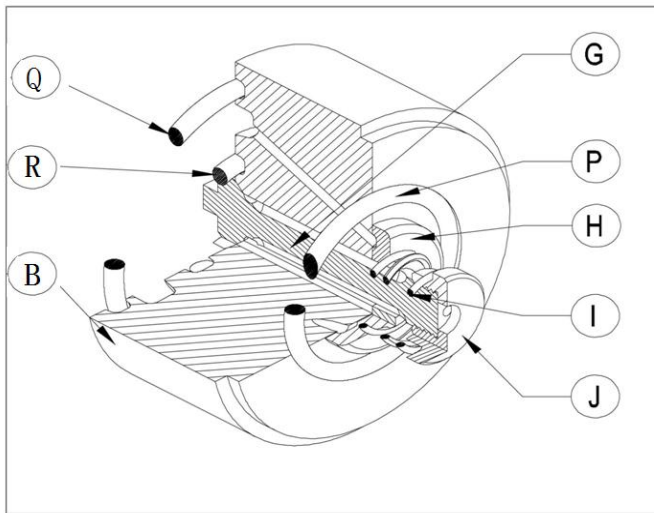

图 11
- 1) 从阀体中取出 O 型圈 ( P , Q , R ) ( 见图 11 )